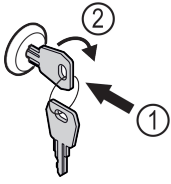

Fig. 120
- ▶ Uvucite ključ Fig. 120 (1).
- ▶ Okrenite ključ za 90° nadesno Fig. 120 (2).